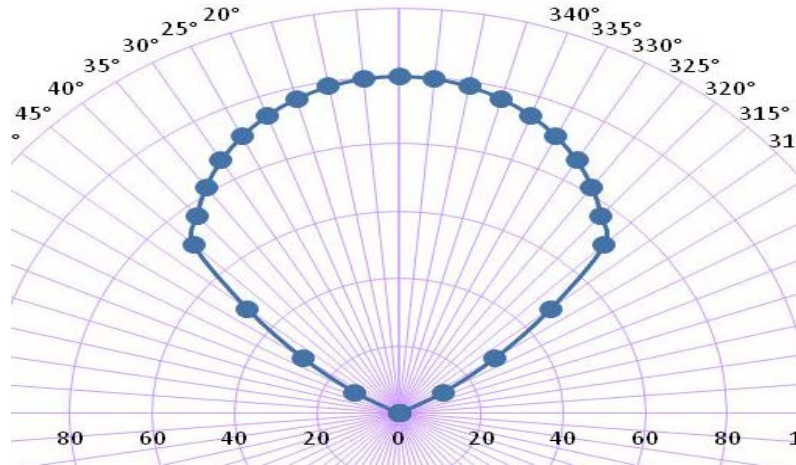

Figura 2-1
2. A instalação deve levar em consideração que a orientação FS24X deve estar na base horizontal (consulte a Figura 2-1) visto que o ângulo de visão nesta direção é 90°. O ângulo vertical é 80°.
3. Os detectores não devem ser montados de forma que fiquem virados para cima ou voltados para o horizonte (especialmente os externos). Use um ângulo mínimo para baixo de trinta graus (30°) com um suporte giratório SM4 (veja a Figura 2-1).
5. O modelo SM4 é um suporte giratório de aço inoxidável 316 projetado para o compartimento do detector Honeywell Analytics. A placa do adaptador, com dois (2) orifícios de parafuso (virados para o lado oposto), está conectada à base do detector (veja a Figura 2-1). A placa de montagem, com quatro (4) orifícios de parafusos (virados para o lado interno), é usada para montar o SM4 em uma superfície sólida. Cada incremento de ajuste ao longo de um eixo é calibrado a 10°. Para ajustes de eixo único, a seção central precisa ser instalada.